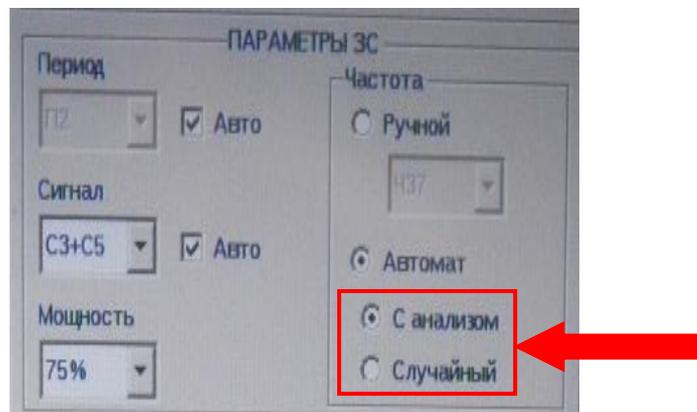

Рис. 2.44. Установка смены частоты
- смена частоты – «Автомат», «С анализом» (на разрешенных частотах) (рис. 2.44);